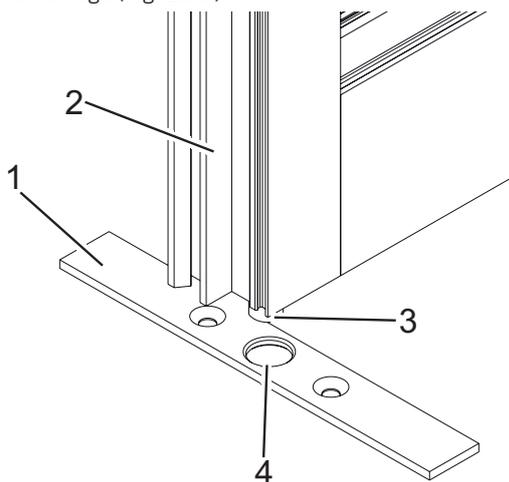

Fig. 25: Positionnement du gabarit de perçage
1. Amener le vantail (Fig. 25/2) en position finale.
2. Placer le gabarit de perçage (Fig. 25/1) sous l'axe de verrouillage (Fig. 25/3).
3. Actionner lentement le verrouillage du vantail et centrer l'axe de verrouillage (Fig. 25/3) dans le trou (Fig. 25/4) du gabarit de perçage..